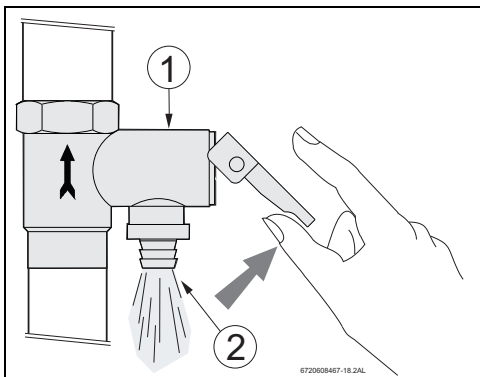

Fig. 56 Soupape de sécurité
- Ouvrir la soupape de sécurité au moins une fois par mois (fig. 56) pour garantir sa fonctionnalité.